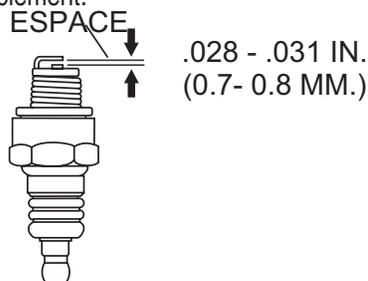

Figure 32. Espace de bougie d'allumage
1. Démontez et nettoyez la bougie d'allumage (Figure 32) avec une brosse métallique s'il faut la réutiliser. Mettez au rebut la bougie d'allumage si l'isolant est fissuré ou ébréché.